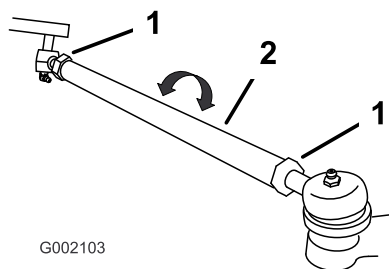

Figura 33
2. Se os resultados da medição não estiverem dentro dos valores estabelecidos (consulte previamente as dimensões e os parâmetros), desaperte as porcas em ambas as extremidades das barras (Figura 33).